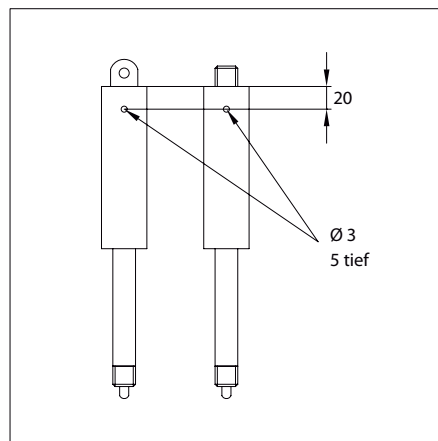

Bild 2
- 2) Starr/Federnd blockierbare Gasfedern: Bohrung gemäß Bild 2 ca. 20 mm vom Zylinderboden anbringen.